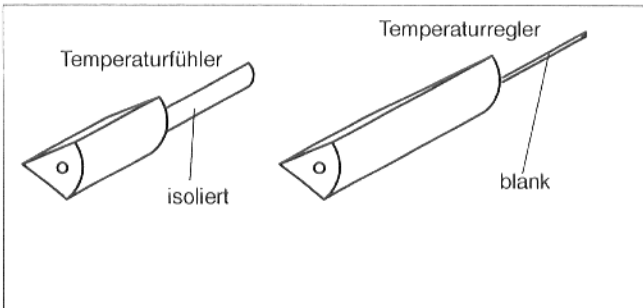

Abb.41a
- TH = Thermometer (Temperaturfühler, Abb. 41a)
- TR = Temperaturregler (Abb. 41a)